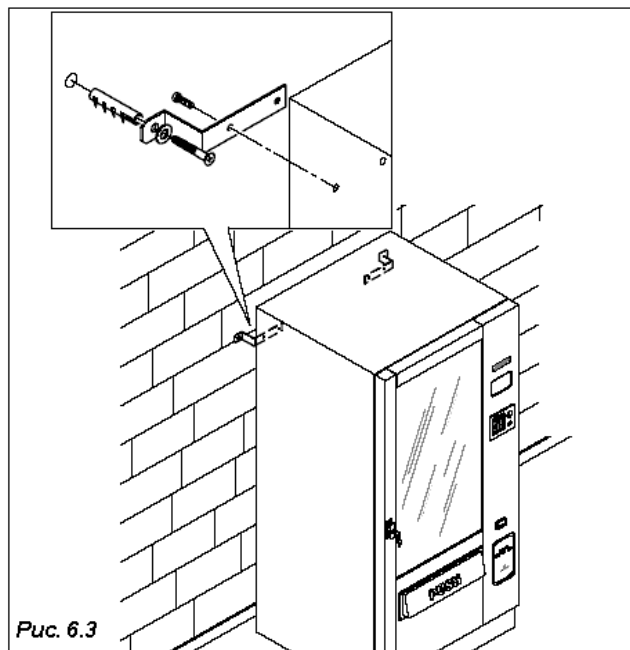

Рис. 6.3
- Рекомендуется прикрепить торговый автомат к стене с помощью двух прилагаемых кронштейнов. Сначала закрепите эти кронштейны на торговом автомате (Рис.6.3), а затем привинтите их шурупами к стене.